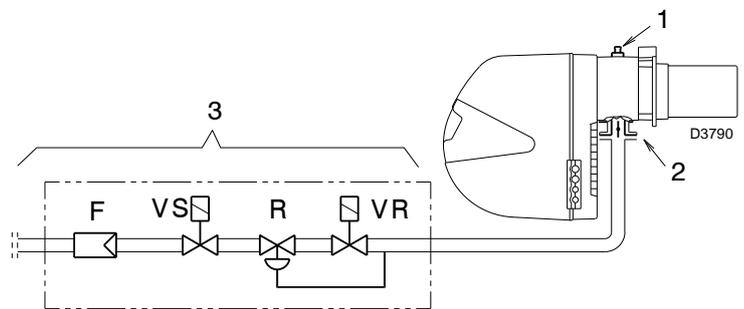

Fig. 36
Pression du gaz mesurée à la prise 1)(Fig. 36), avec:
Perte de charge du papillon à gaz 2)(Fig. 36) avec ouverture maximale: 90°
Perte de charge de la rampe 3)(Fig. 36) comprenant: vanne de régulation VR, vanne de sécurité VS (ayant chacune une ouverture maximum), régulateur de pression R, filtre F.
- Soustraire la pression dans la chambre de combustion de la pression du gaz à la prise 1)(Fig. 36).
- Pression du gaz à la prise 1)(Fig. 36) = 7,5 mbar
Par contre, pour connaître la pression du gaz nécessaire à la prise 1)(Fig.36), après avoir fixé la puissance maximale de fonctionnement du brûleur:
- Lire la pression à la prise 1)(Fig. 36) sur la droite, colonne 1.
pression nécessaire à la prise 1)(Fig. 36).